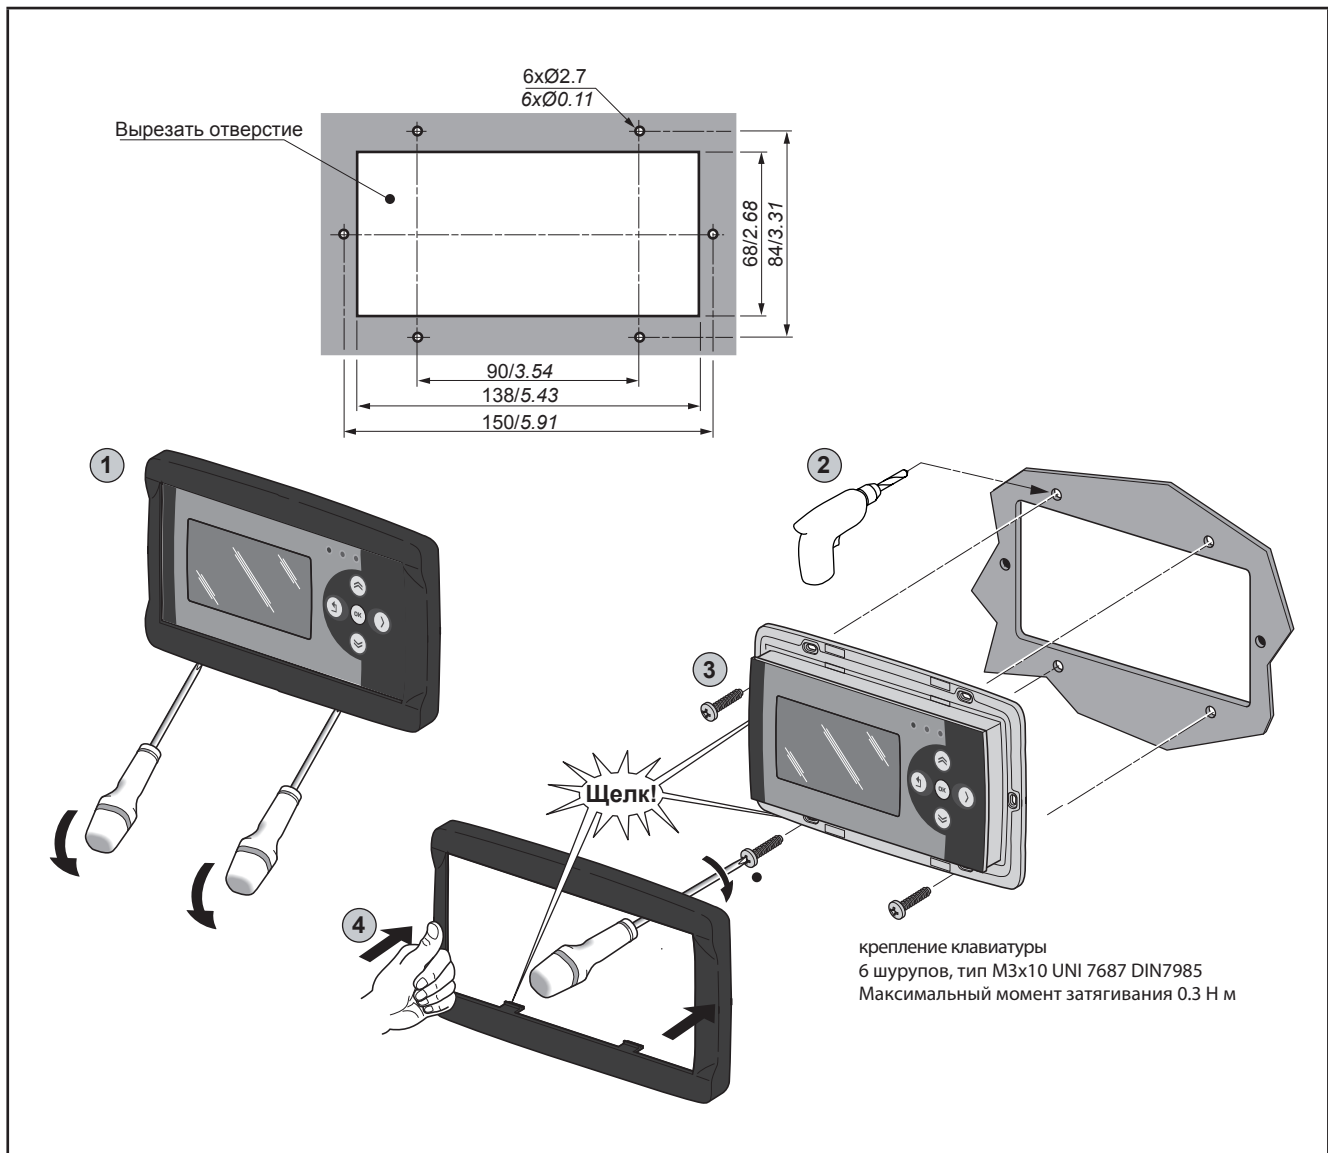
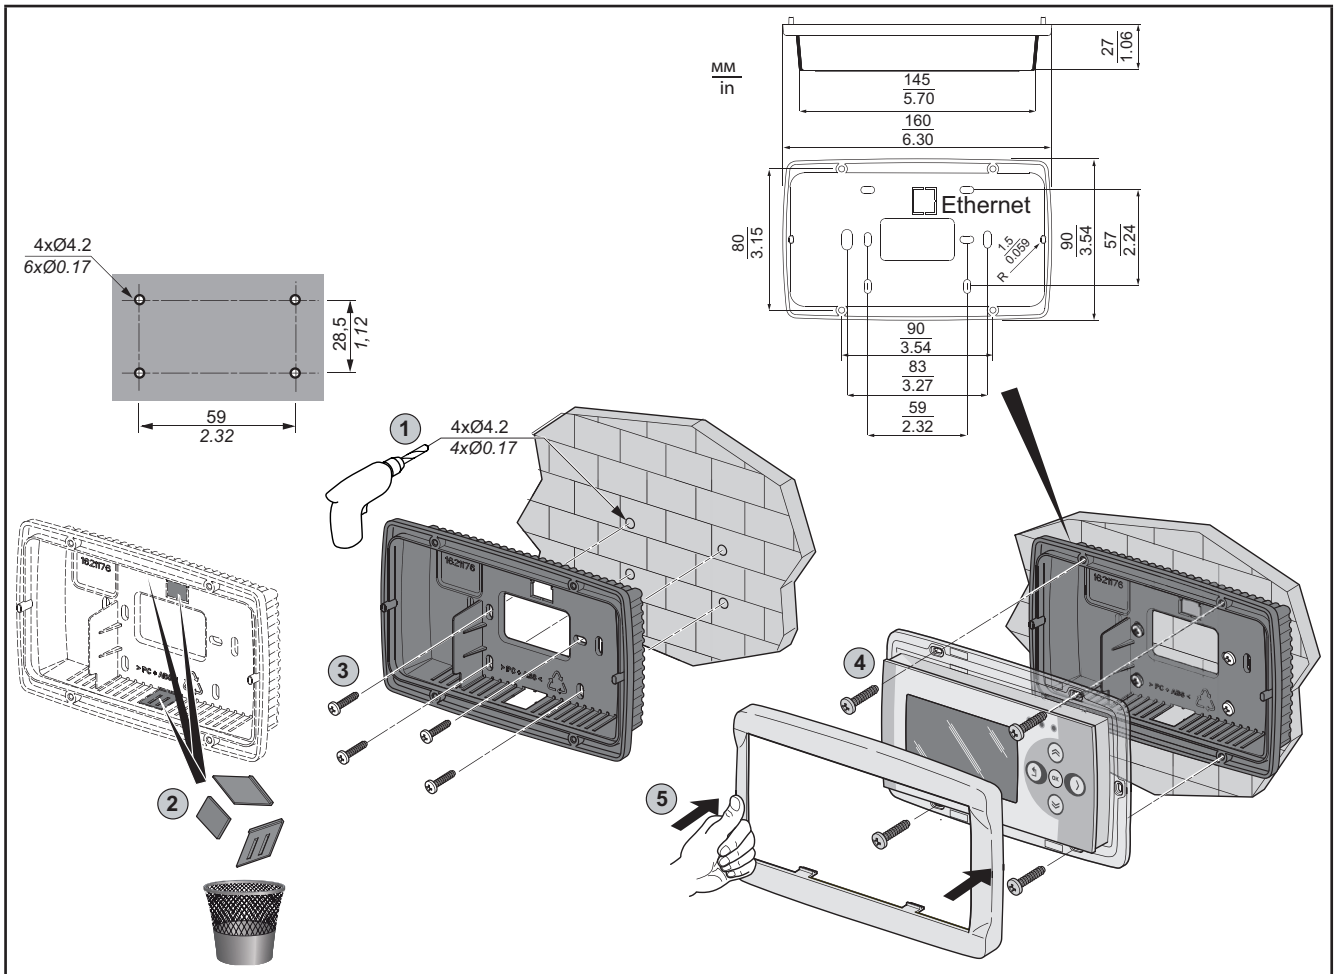

Рис. 16. Установка клавиатуры EVK PRO DISPLAY
Рис. 17. Аксессуары для установки клавиатуры на стену
Прибор разработан для установки на панель (см. Рис. 16 на странице 30) или на стену (см. Рис. 17 на странице 31) с использованием специального аксессуара, заказываемого отдельно (тыльная крышка или подставка).
1. Прорежьте 2 или 4 отверстия диаметром 2.7 мм (0.11 in) в указанных местах (см. Рис. 16 на странице 30).
Клавиатура допускает установку и на стену (см. Рис. 17 на странице 31) с использованием специального отдельно заказываемого аксессуара в виде подложки или тыльной крышки.